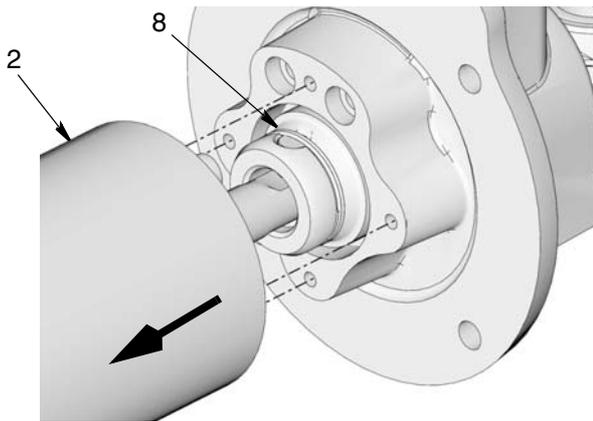

Рис. 23
10. Вдвиньте переходник насоса (2) вниз для доступа к стопорному кольцу (8) (Рис. 23).